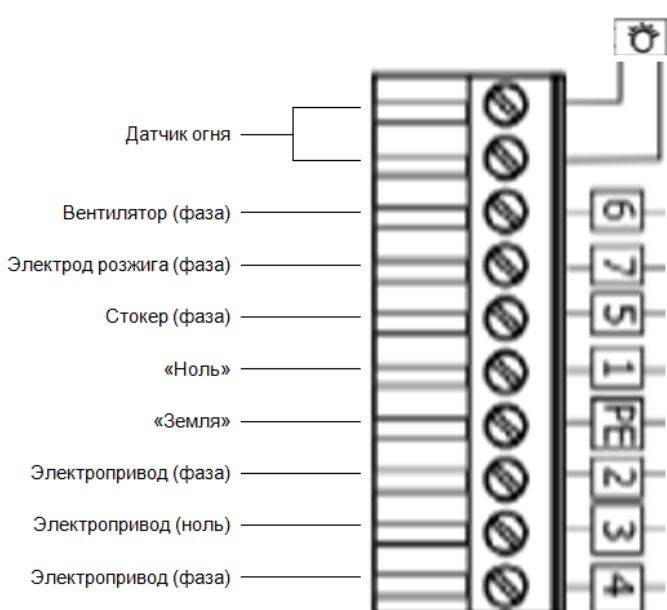

Рис.4 Схема подключения горелки
7.3. Для работы горелки требуется соединение электрической цепи горелки с помощью 10-ти контактного разъема с электрической цепью регулятора горелки путем подсоединения соответствующих (промаркированных) проводов к контактам регулятора. Схема подключения регулятора горелки приведена в инструкции по монтажу и эксплуатации регулятора горелки. Схема подключения горелки изображена на рис.4, разъемы монтажной платы горелки – на рис.5.